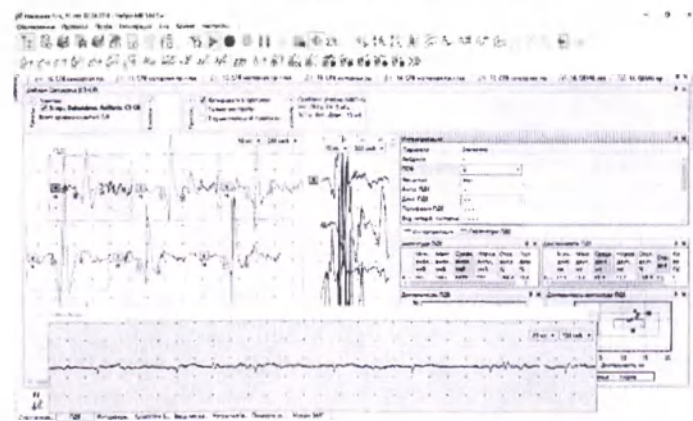

Рис. 202. Наблюдение спонтанной активности в окне мониторинга в режиме «ПДЕ»
1. Спонтанную активность можно регистрировать в окне пробы «Спонтанная активность», но можно наблюдать (без регистрации) в любом из других окон режима «QEMG». Для этого, находясь в режиме «ПДЕ» или «Интерференционный паттерн», на функциональной клавиатуре нажмите кнопку запуска мониторинга (рис. 170). Будет выведено окно мониторинга в режиме просмотра спонтанной активности: 20 мс/дел, 100 мкВ/дел (рис. 202).